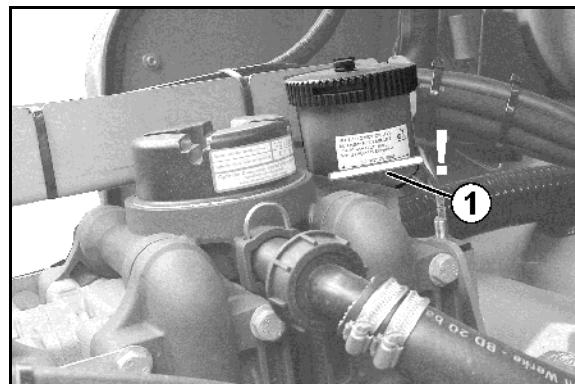

Fig. 197
2. Blæs fordamper (Fig. 197/2) og
varmvandsradiator (Fig. 197/3) af med
3. Udskift beskadigede pakninger (Fig. 197/1)